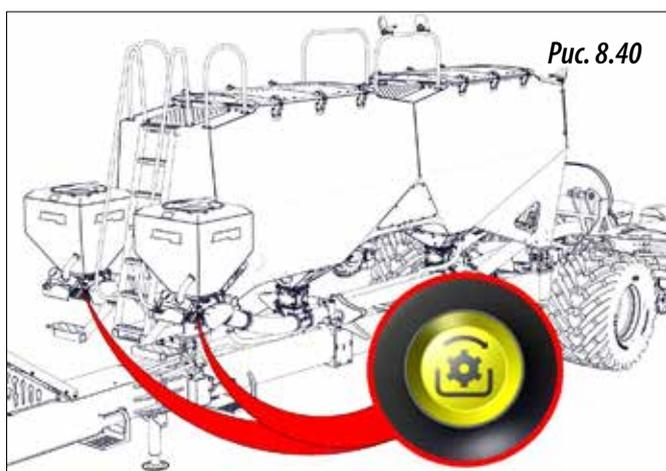

Рис. 8.40
- 6- Следующие действия выполните на настроенном пульте управления. Нажмите и удерживайте кнопку калибровки (рис. 8.40), чтобы запустить проверку калибровки.